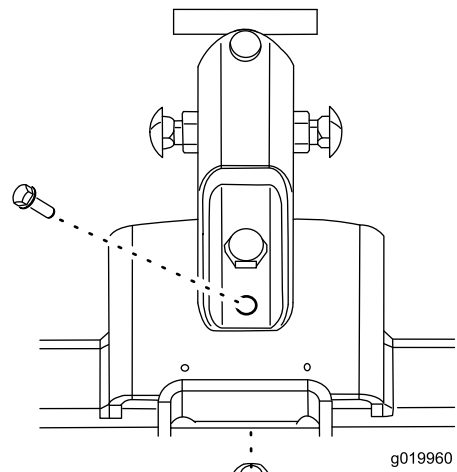

Bild 7
5. Setzen Sie eine Schraube (3/8") in das gerade gebohrte Loch und befestigen Sie die Halterung mit einer Bundmutter (3/8") (Bild 7).